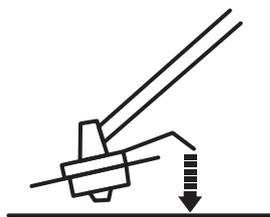

Fig. 18e
- La tête de coupe est équipée d'un couvercle à ressort (B13) qui permet de couper le fil de coupe (B9) pendant le fonctionnement. Taper simplement le couvercle à ressort sur une surface ferme pour que la bobine libère du fil neuf (voir Fig. 18e).